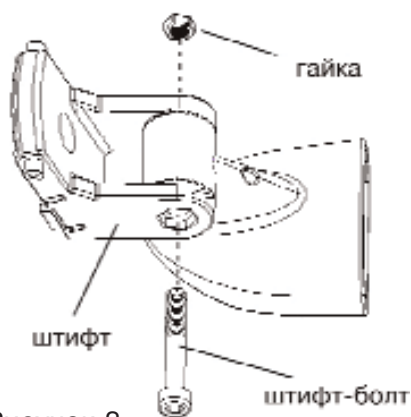

Рисунок 3
- Поместите гайку в нужное отверстие штифта, вставьте штифт-болт и затяните его рукой (рисунок 3);